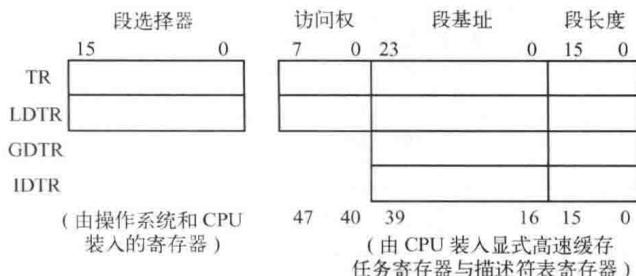

图 11-7 任务寄存器和描述符表寄存器
③ 80286 增加了任务寄存器 (TR)，如图 11-7 所示。TR 是一个 64 位的寄存器，只能在保护方式下使用，用于存放表示当前正在执行的任务的状态。当进行任务切换时，就用它来自动保存和恢复机器状态。它的 16 位段选择器字段由 CPU 运行程序来装入 16 位段选择字，再
④ 80286 增加了 3 个描述符表寄存器(见图 11-7): 64 位的局部描述符表寄存器(LDTR)、40 位的全局描述符表寄存器(GDTR)和 40 位的中断描述符表寄存器(IDTR)。它们总是存放包含各种段描述符的描述符表基地址。在用保护方式寻址时, 将要用描述符表作指针, 有关内容在本节后面部分介绍。